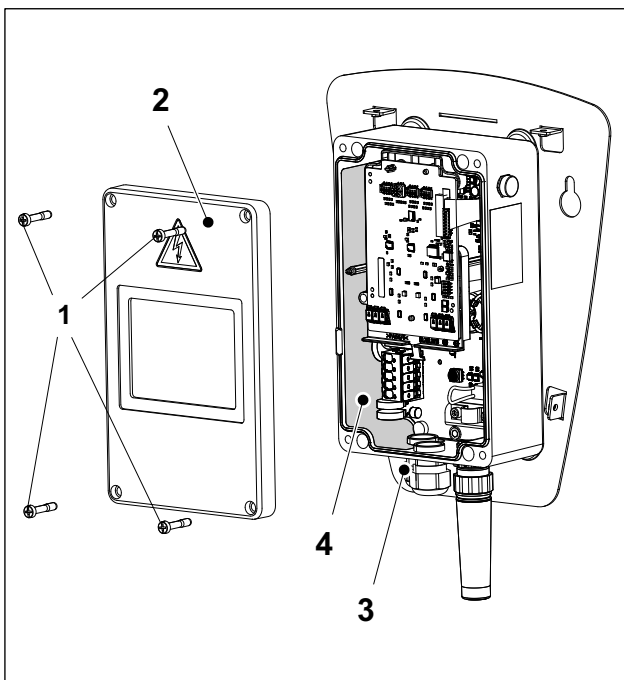

Abb. 4 Wallbox Energy Control, geöffnetes Elektronikgehäuse
1. Die vier Schrauben (Abb. 4/1) lösen und den Deckel des Elektronikgehäuses (Abb. 4/2) abnehmen.
2. Die Kabelverschraubung ESKV25 (Beipackzubehör) mit dem dazugehörigen Dichting EADR25 (Beipackzubehör) in das Elektronikgehäuse einschrauben (Abb. 4/3) und festziehen (8 Nm).
5. Die Hinweise auf dem Aufkleber (Abb. 4/4) beachten und danach den Aufkleber an der Kabelführung durchstoßen.